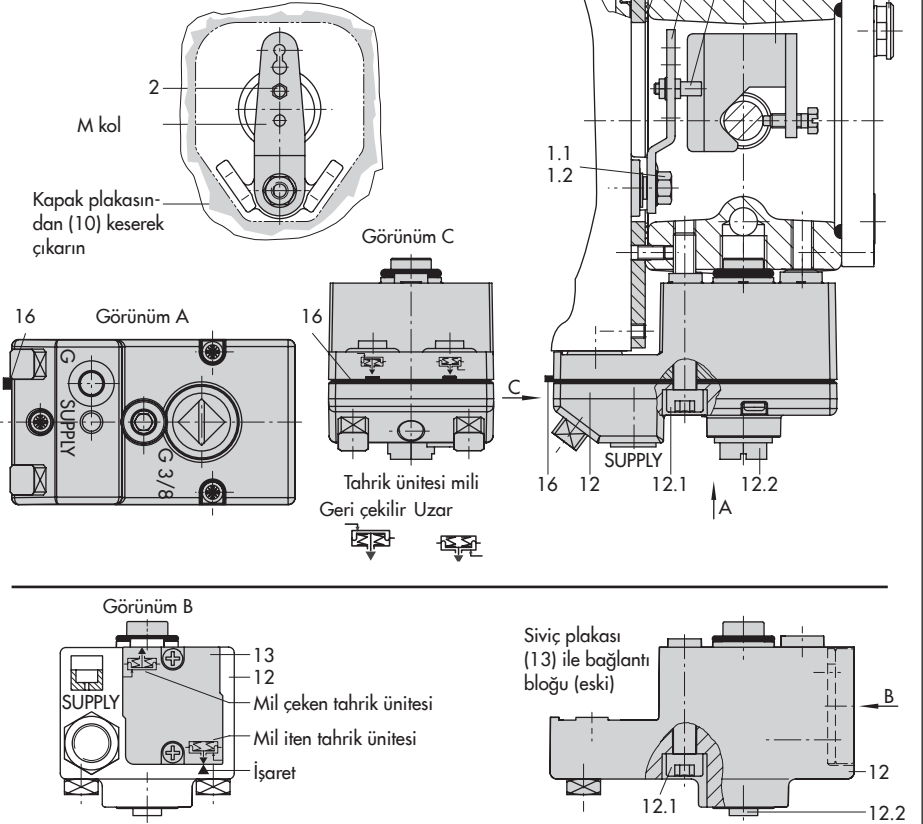

Fig. 5-6: Doğrudan bağlantı – Sinyal basıncı bağlantısı Tip 3277 Tahrik ünitesi 175 ila 750 cm²
175 ila 750 cm² etkili alana sahip tahrik üniteleri (bkz. Fig. 5-6)
1. Takip kelepçesini (3) tahrik ünitesi miline yerleştirin, hizalayın ve montaj vidası tahrik ünitesi milinin oluşuna yerleşecek şekilde vidalayın.
2. Kapak plakasını (10), oluşun dar tarafı (Fig. 5-6, sol) sinyal basınç bağlantısına bakacak şekilde monte edin. Contanın (14) tahrik ünitesi yoke bağlantısına doğru baktığından emin olun.
3. 355, 700 veya 750 cm²'lik tahrik üniteleri için, pozisyonerin arkasındaki M kolu (1) üzerindeki takip pimini (2) pim konumu 35'ten çıkarın, pim konumu 50 için deliğe yeniden yerleştirin ve sıkıca vidalayın. Bunu yaparken kolun, uç durdurucularda durmaması için kolu ortada tutun.
4. Kalıplanmış contayı (15) pozisyoner muhafazasının oluşuna yerleştirin.
5. Pozisyoneri, takip pimi (2), takip kelepçesinin (3) üstüne gelecek şekilde kapak plakasına yerleştirin. Kolu (1) uygun şekilde ayarlayın ve pozisyoner kapağını açarak pozisyoner milinin kapakta veya döner işlem butonunda sabitlenmesini sağlayın. Kol (1), takip kelepçesi üzerinde yay kuvveti ile durmalıdır. Pozisyoneri iki bağlantı vidasını kullanarak kapak plakasına (10) sabitleyin.
6. Contanın bağlantı bloğunun yanından çıkıntı yapan ucunun (16), tahrik ünitesinin "mil iten tahrik ünitesi" veya "mil çeken tahrik ünitesi" emniyetli konumu hareketi için tahrik ünitesi sembolüyle eşleşecek şekilde konumlandırıldığından emin olun. Aksi takdirde, üç tespit vidasını sökün ve kapağı kaldırın. Contayı (16) 180° döndürüp tekrar takın. Eski bağlantı bloğu versiyonu (Fig. 5-6, alt), tahrik ünitesini sembolünü ok işaretiyle hizalamak için siviç plakasının (13) döndürülmesini gerektirmektedir.
7. Bağlantı bloğunu (12) ilgili contalarla birlikte pozisyonere ve tahrik ünitesi yoke bağlantısına yerleştirin ve vidayı (12.1) kullanarak sabitleyin. "Mil çeken tahrik ünitesi" emniyet konumu hareketine sahip tahrik üniteleri için ayrıca tıpayı (12.2) çıkarın ve harici sinyal basınç borusunu monte edin.
8. Kapağı (11) diğer tarafa monte edin.